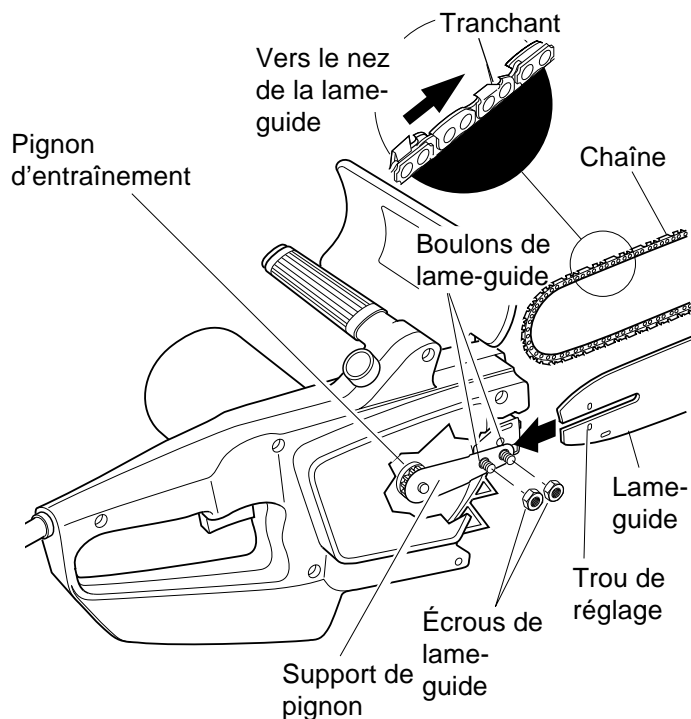

Figure 3 - Assemblage de la lame-guide, de la chaîne et de l'écran de protection de la main
2. Dévisser les écrous des boulons de la lame-guide. (Voir la figure 3.)
6. Placer la chaîne autour du pignon d'entraînement puis le long de la rainure supérieure de la lame-guide et autour du nez de la lame-guide. **Note :** S'assurer que les tranchants de la chaîne sont tournés dans le bon sens. Positionner la chaîne de manière que les tranchants se trouvant sur le haut de la lame-guide soient tournés vers le nez de la lame-guide. (Voir la figure 3.)
1. Avant de régler la chaîne, s'assurer que les écrous de la lame-guide sont serrés seulement à la force des doigts. (Voir la figure 3, page 7.) Veiller aussi à ce que le bloc de réglage soit dans le trou de réglage ovale, sur la lame-guide. (Voir les figures 3 et 4, page 7.)